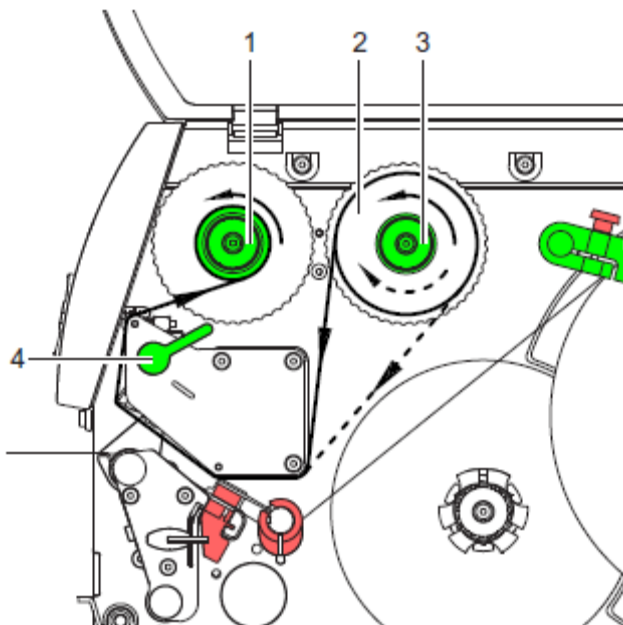

図 10: 熱転写リボンのフィードパス
6. 図 10 のように熱転写リボンをプリントユニットに通してください。